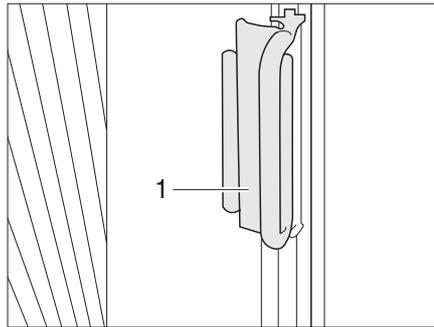

Bild 12 Griff faltverdunklung Fahrer-/Beifahrerfenster
- Die faltverdunklungen für das Fahrerfenster und das Beifahrerfenster mit dem Griff (Bild 12,1) auf den Aufsatz schieben. Die faltverdunklung ist gesichert.